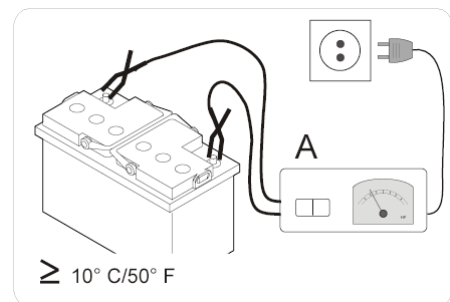

图 24
5.1 在新车检测或易手车检测之前 ⇒ 连接推荐的充电器，请参见 → 11.，（→ 图 24）。